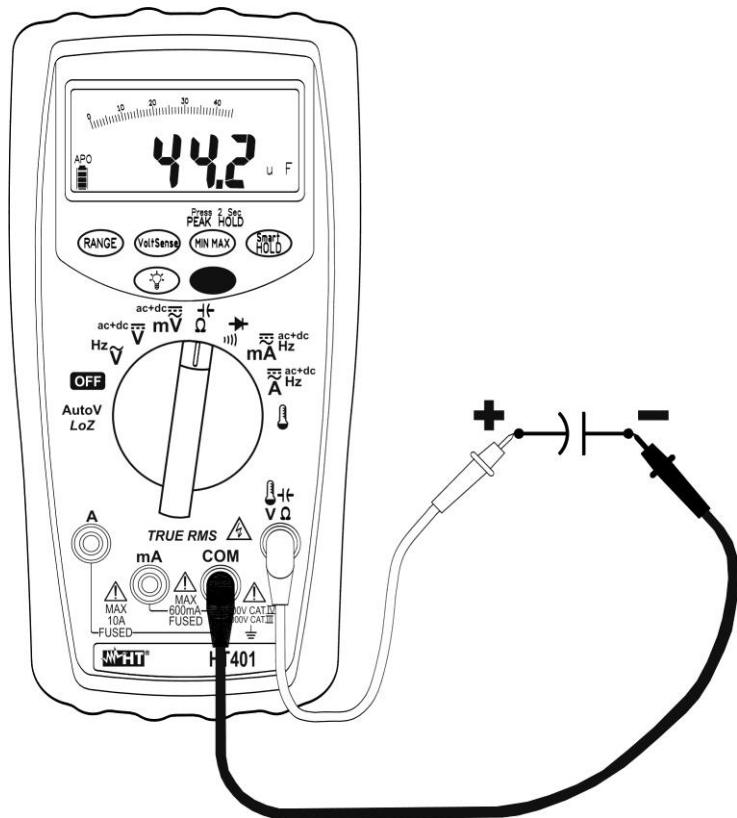

Fig. 9 : Mesure de capacité
5. Positionner les embouts aux extrémités du condensateur sous test en respectant les polarités indiquées (voir la Fig. 9). La valeur de capacité est affichée